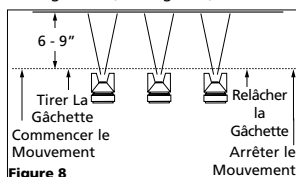

Figure 8
- "Tirer sur la gâchette" correctement. Déplacer le pistolet AVANT D'APPUYER SUR LA GÂCHETTE et la relâcher AVANT D'ARRÊTER LE MOUVEMENT DU PISTOLET. Ceci permettra de faire chevaucher chaque application avec la précédente sans surcharge ou irrégularité (Voir Figure 8).